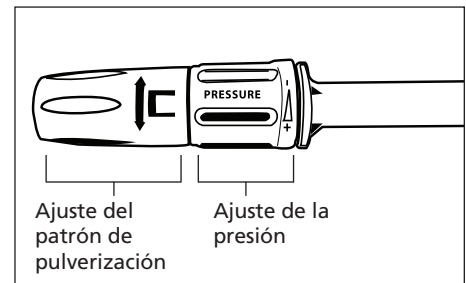

Figura 2
- Confirme que la lanza no está ajustada a la posición de jabón – para PW1825 y PW1835 sólo – ver la figura 2.